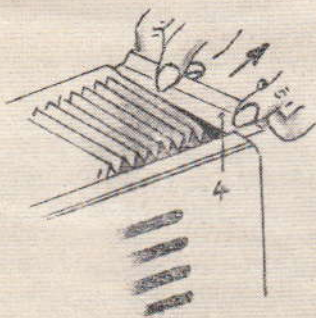
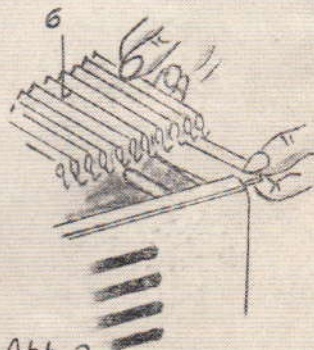

Abb. 1
Abb. 2
Nach dem Zurückziehen der Verschlusslasche (4) Abb. 1 und dem Abheben der Entlüftungshaube (6) Abb. 2 kann die Lampe durch kurze Linksdrehung aus dem Lampensockel (2) gezogen werden.
Nach dem Zurückziehen der Verschlussblase (4) (siehe Abb. 1 und 2) kann die Entlüftungshaube (6) entfernt werden. Jetzt ist ein bequemes Reinigen der Innenteile möglich. Ein Auswechseln der Linsen erfolgt durch Verdrehen der Federstahl-Halterung (jeweils am oberen Rand der Linsen angebracht).